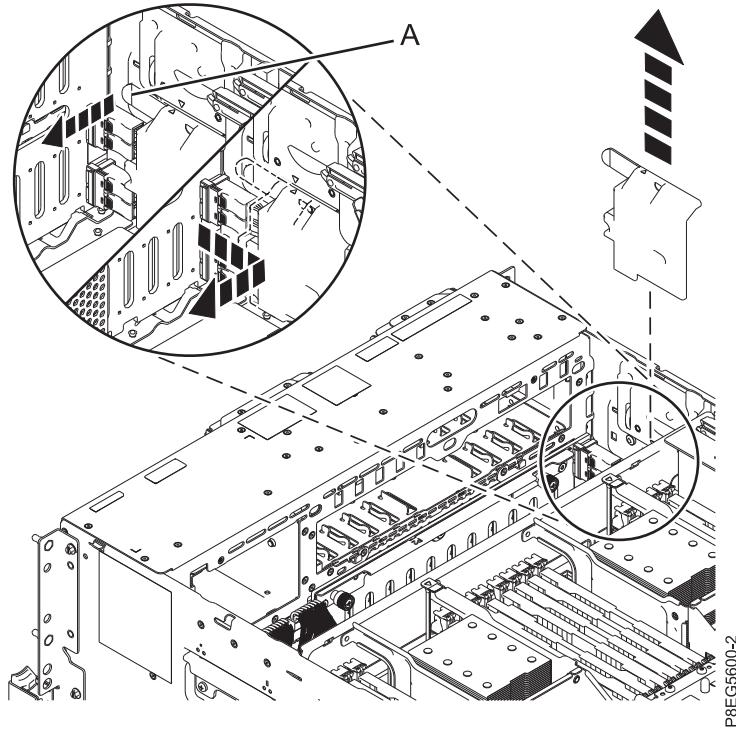

Figura 1. Extracción de la cubierta del cable SAS
3. Quite la cubierta del cable SAS frontal. Sujete el asa (**A**) y tire hacia fuera de la parte lateral del sistema. A continuación, deslice la cubierta a la parte posterior para extraerla como se muestra en la Figura 1 en la página 3.